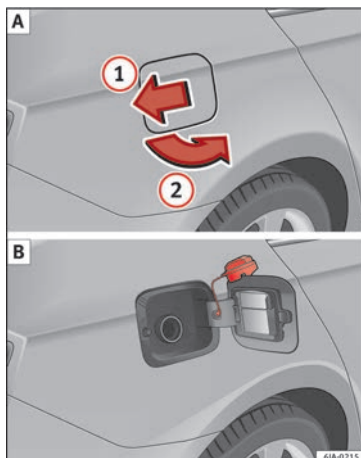

Fig. 49 Parte traseira do veículo, lado esquerdo: tampa do depósito/tampa do depósito com o tampão desenroscado.
- Pressione sobre a tampa do depósito no sentido da seta ① » **Fig. 49 A** e abra a tampa no sentido da seta ②.
- Fixe-a na parte superior da tampa do depósito » **Fig. 49 B**.